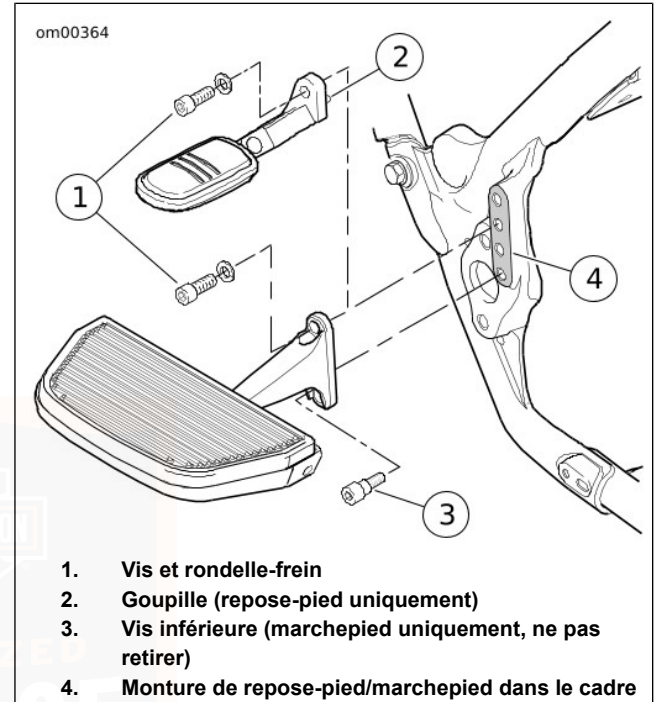

Figure 28. Marchepied/repose-pied du passager (typique)
1. Voir Figure 28. Retirer la vis à tête creuse avec la rondelle-frein du dessus du support de marchepied/repose-pied. Ne pas retirer la vis inférieure des marchepieds.